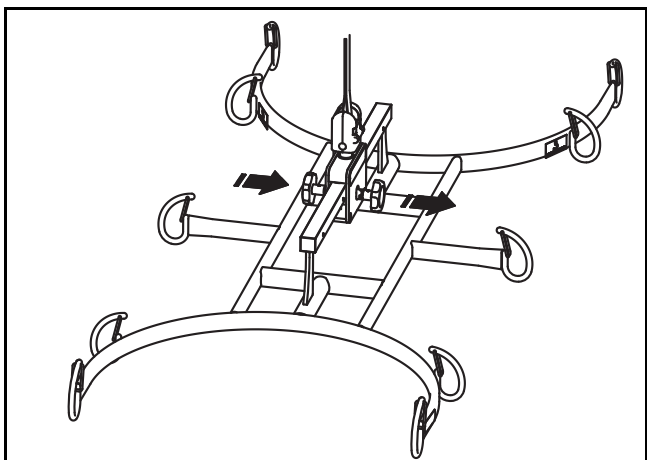
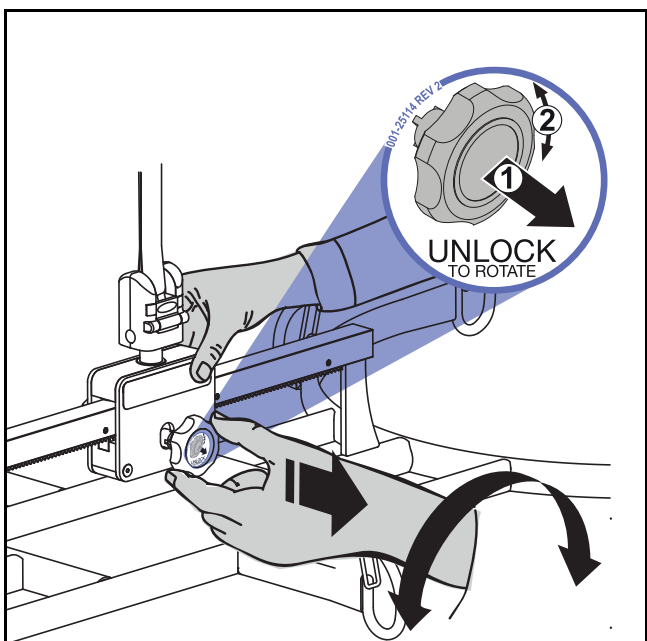

Fig. 8
Fig. 9
- 3) For at justere bårerammen, træk knopperne ud eller skub dem ind (afhængigt af det valgte) mod fjedertrykket for at opnå indgreb (se Fig. 8) inden rotation (se Fig. 9).